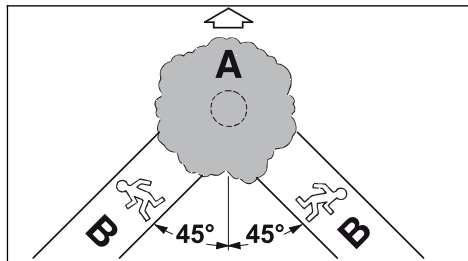

Рис. 13
- определить путь отхода для каждого рабочего – под углом около  $45^\circ$  против направления падения (рис. 13);